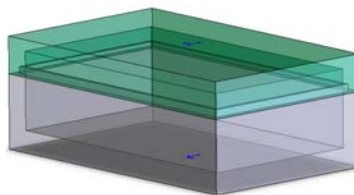

图 7-167 零件透明显示
(3) 零件透明显示。在模型树中选中下盖，右击快捷菜单中选择“零部件属性”，编辑零件颜色属性；对上盖进行相同操作，得到如图 7-167 所示效果。